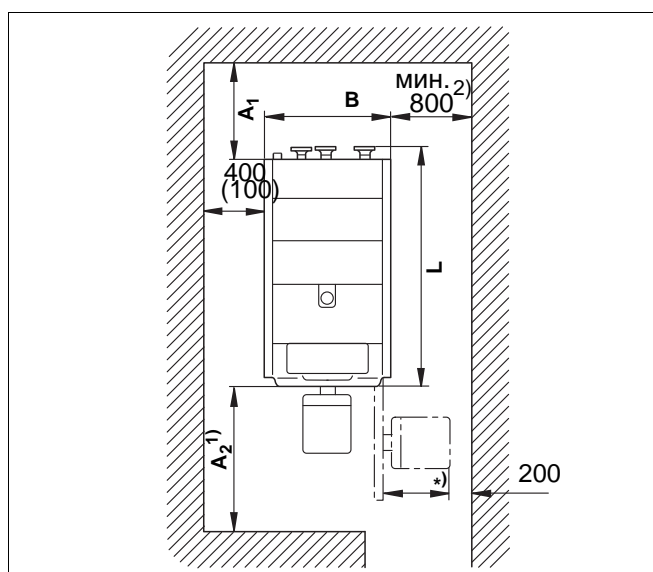

Рис. 2 Помещение для установки котла (размеры см. таб. 4), размеры в мм
- При сооружении фундамента или площадки для установки котла необходимо выдержать приведенные минимальные расстояния от стен (в скобках) (рис. 2 и таб. 4), чтобы не было помех проведению монтажа и технического обслуживания. Передний край котла должен располагаться заподлицо с кромкой фундамента.
Если система управления устанавливается в кронштейн (дополнительный заказ) на боковой стенке котла, то нужно предусмотреть для нее дополнительное свободное пространство (рис. 2).